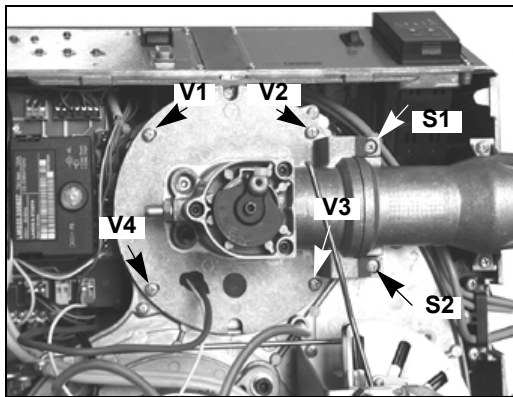

Fig. 44
- Smontaggio esame e pulizia testa di combustione (vedi Fig. 44 e successive).
- 1 Rimuovere le 4 viti V1, V2, V3, V4 e la coppia di viti S1 e S2 (Fig. 44).